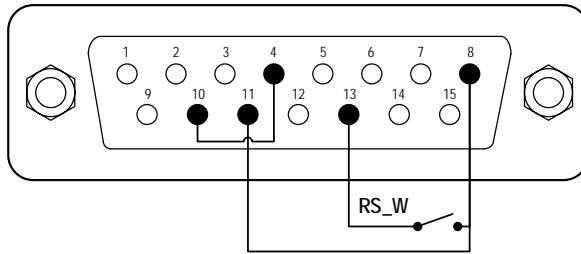
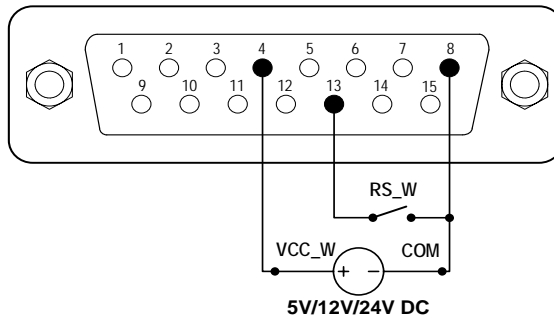

Abbildung 14. Logikpegel-1-Steuerung mit interner 12V-Stromquelle
Abbildung 15. Logikpegel-1-Steuerung mit einer externen Stromquelle
- 1) Schalten Sie die Pumpe aus. Verdrahten Sie den DB15-Stecker wie in Abbildung 14 oder Abbildung 15 und verbinden Sie ihn mit dem DB15-Anschluss auf der Rückseite der Pumpe.